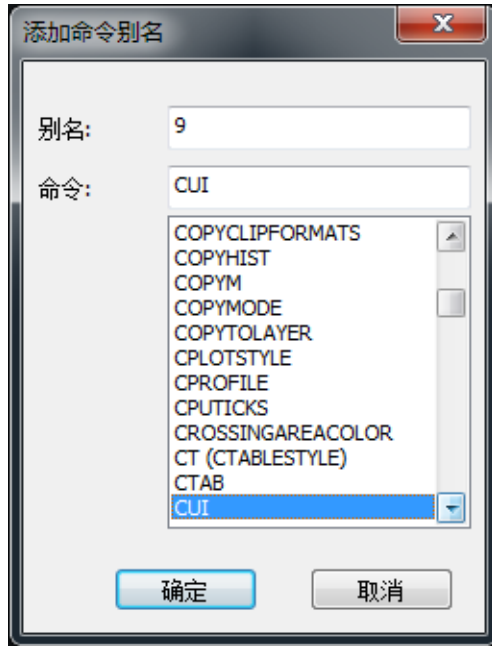

图 2-35 添加命令别名对话框
- 在“命令”列表内，选择相应的命令，如 CUI 命令，如图 2-35 所示。